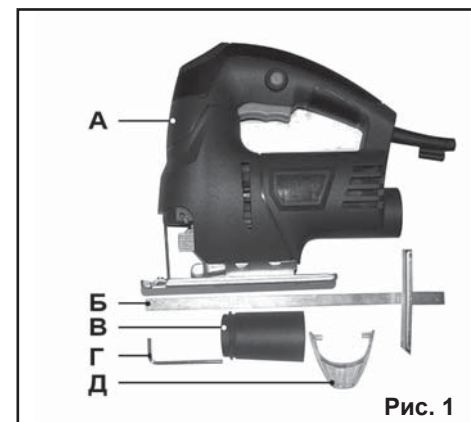

Рис. 1
3.1. Комплектность лобзика представлена в Таблице 2 и на Рис. 1.